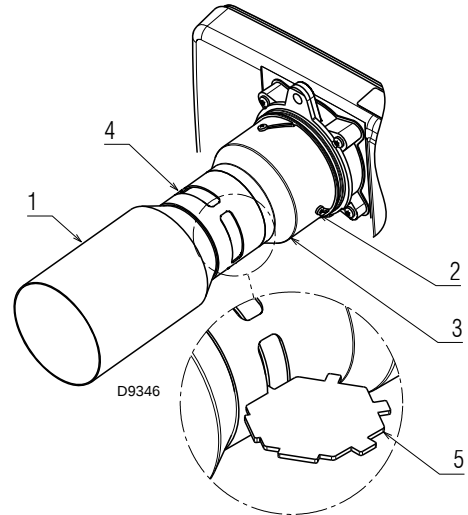

Abb. 18
- Schrauben 2) (Abb. 18) lockern und das Flammrohr 3) leicht drehen. Der gewünschte Öffnungswert wird aus Tab. A, Seite 16 ersichtlich. Zur Einstellung kann die beiliegende Schablone 5) verwendet werden, wie Abb. 18 zeigt.